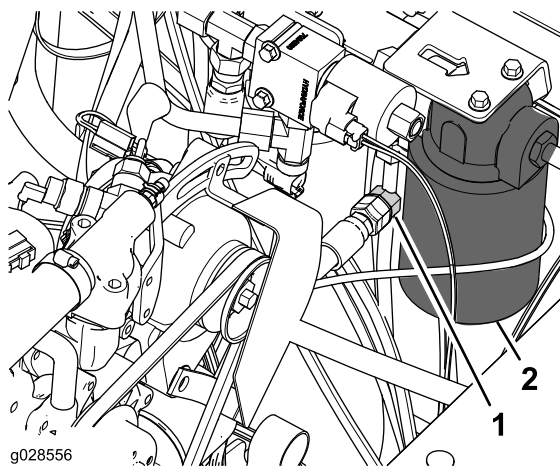

図 8
4. トランスミッションオイルフィルタの隣にある油圧チューブについているT字フィッティングからキャップを外す 図 8。
5. T字フィッティング (図 8) に、ホース 3/8 x 55.6 インチを接続し、37 - 45 N・m (3.7 - 4.6 kg・m = 27 - 33 ft-lb) にトルク締めする。
7. T字フィッティング (図 8) に、ホース 3/8 x 85.2 インチを接続し、スイベルナットを37 - 45 N・m (3.7 - 4.6 kg・m = 27 - 33 ft-lb) にトルク締めする。